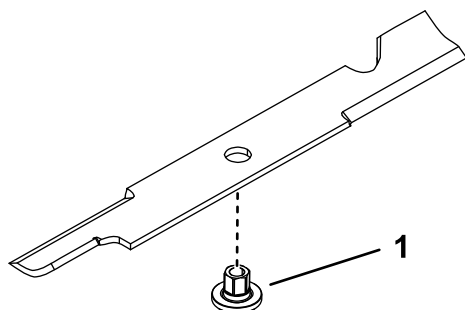

**Figure 73**
1. Insérez la douille dans la lame en plaçant l'embase sur le côté inférieur (côté herbe) de la lame (Figure 73).